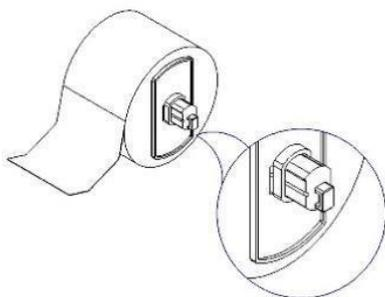

Рис. 2.2.4
- 3) Установите рулон с материалом на держатель рулона и разместите пластины направляющей материала с обеих сторон рулона с материалом (см. рис. 2.2.4).